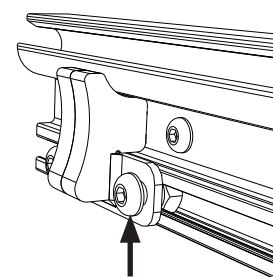

Bild 53. Fixera armstopp
6. Placera armstoppen efter lyftarmarnas läge och fixera genom att dra åt dess skruvar, se Bild 53.